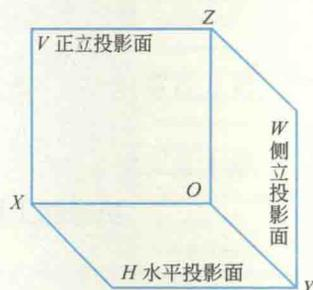

图 1-1 三投影面体系
② 三投影面体系的建立 三投影面体系由三个相互垂直的投影面所组成，如图 1-1 所示。其特点说明见表 1-2。